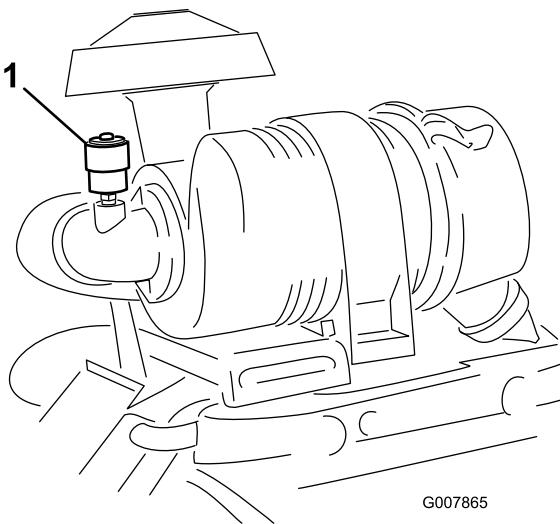

Figure 44
Faites l'entretien du filtre à air uniquement quand l'indicateur de colmatage (Figure 44) indique que cela est nécessaire. Changer le filtre à air prématûrement ne fait qu'accroître le risque de contamination du moteur par des impuretés quand le filtre est déposé.
6. Réarmez l'indicateur de colmatage (Figure 44) s'il est rouge.